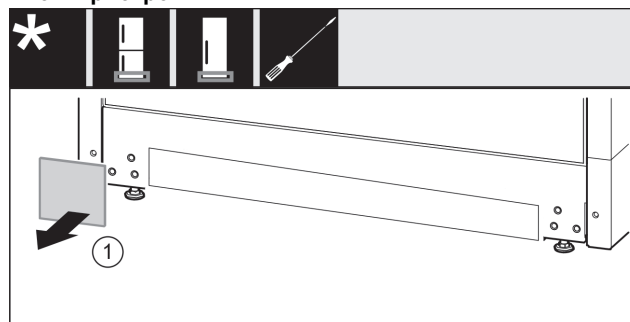

Fig. 11
- ▶ Зніміть кришку. Fig. 11 (1)